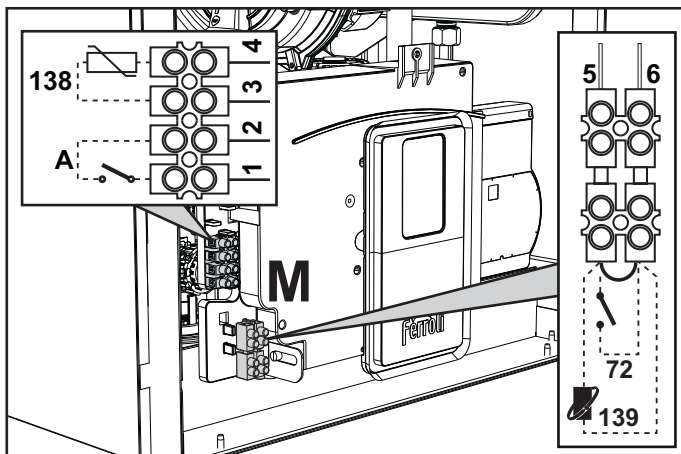
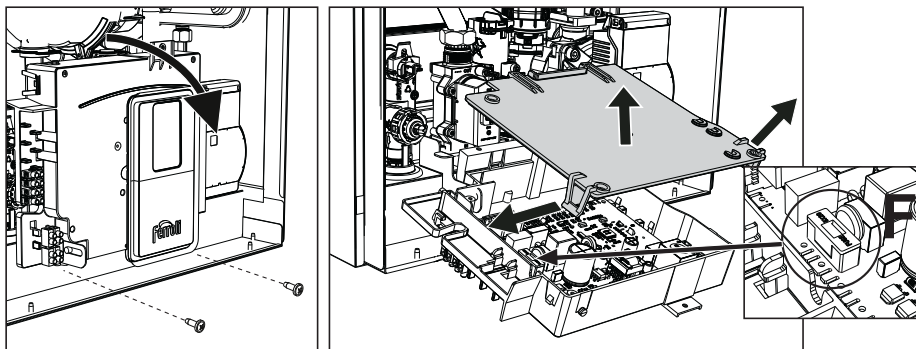

fig. 28
fig. 29
Dopo aver tolto il pannello frontale ( sez. "Apertura del pannello frontale" a pag. 39) è possibile accedere alle morsettiere (M) e al fusibile (F) seguendo le indicazioni descritte di seguito (fig. 28 e fig. 29). I morsetti indicati nella fig. 28 devono essere a contatti puliti (non 230V). La disposizione dei morsetti per i diversi allacciamenti è riportata anche nello schema elettrico alla fig. 67.
### Configurazione Interruttore ON/OFF (A fig. 28)